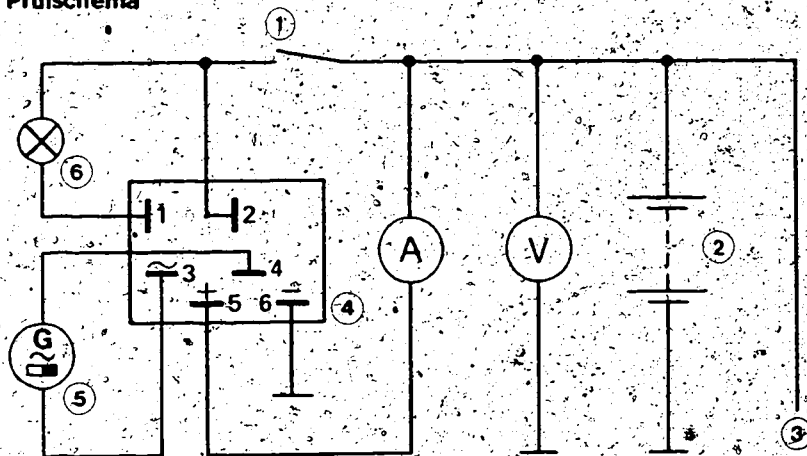

Bild 6
- a) Anschluß des Reglers nach Bild 6.